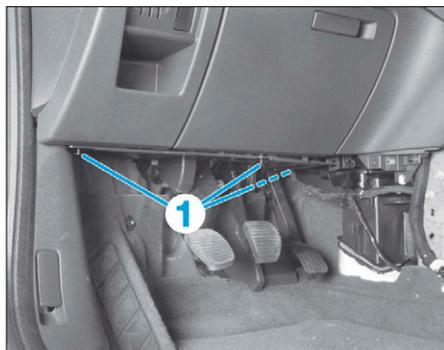

FIG. 18
- Déposer les agrafes (1) puis la garniture inférieure (Fig.18).